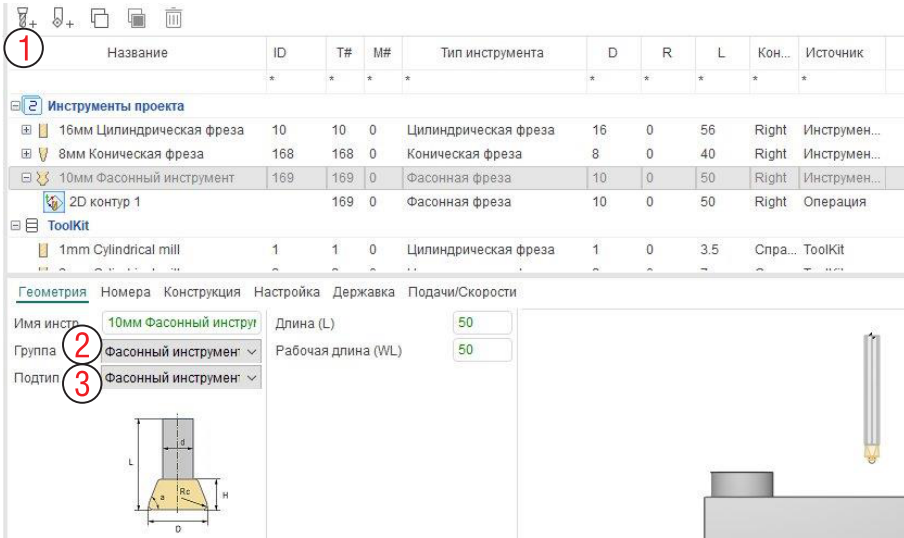

Рис. 7-29. Вызов фасонного инструмента в окне Список инструментов.
Нажмите на иконку **Добавить фрезерный инструмент** (1 на рис. 7-29). Система добавит новую цилиндрическую фрезу. Выберите ее и в нижней части окна измените **Группу** на **Фасонный инструмент** (2), параметр **Подтип** (3) позволяет выбрать нужный фасонный инструмент (если он один, то он уже выбран).